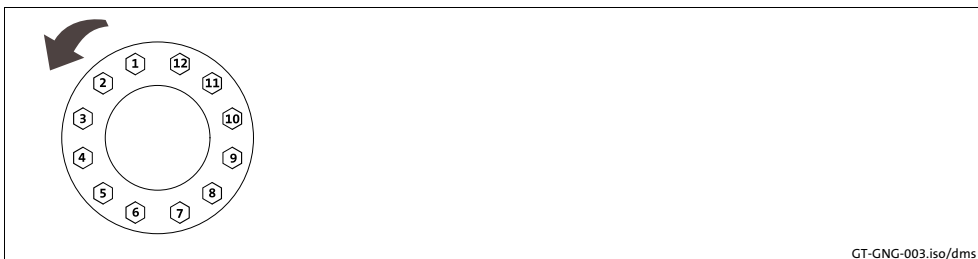

Fig. 8
4. Desserrer les vis de serrage (2) les unes après les autres. Ne **pas** les retirer complètement !
7. Serrer les vis de serrage (2) uniformément les unes après les autres (voir Fig. 8) en plusieurs fois, jusqu'à ce que le couple de serrage prescrit (voir Tab. 7) soit atteint pour toutes les vis.